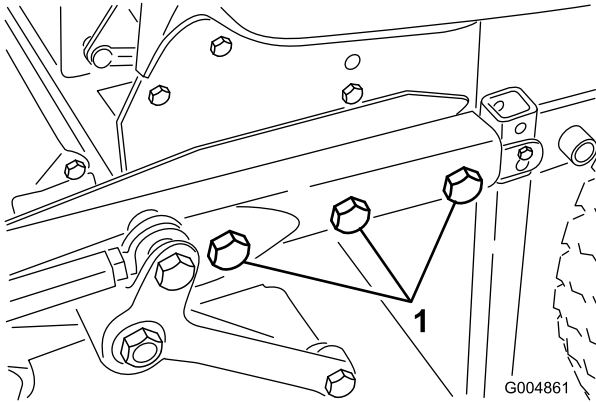

Figure 40
13. Enlevez avec précaution les boulons (3/4 po), les rondelles et les écrous qui fixent le cadre du tablier au cadre arrière (3 du côté gauche et 2 du côté droit) (Figure 40).